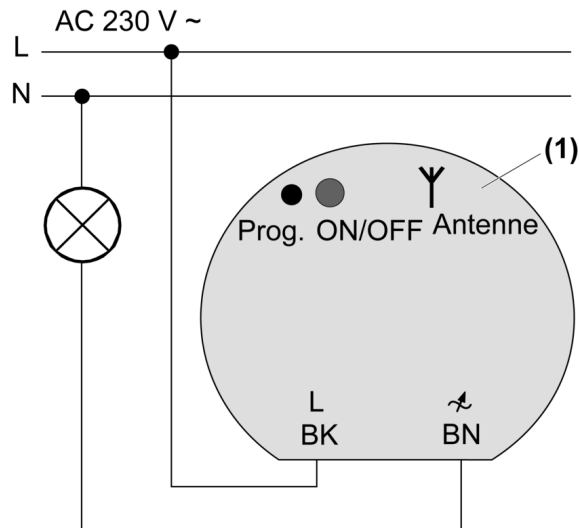

Bild 3
- Dimmer (1) gemäß Anschlussplan (Bild 3) mit Leuchtenklemmen (siehe Leuchtenklemmen verwenden) anschließen.